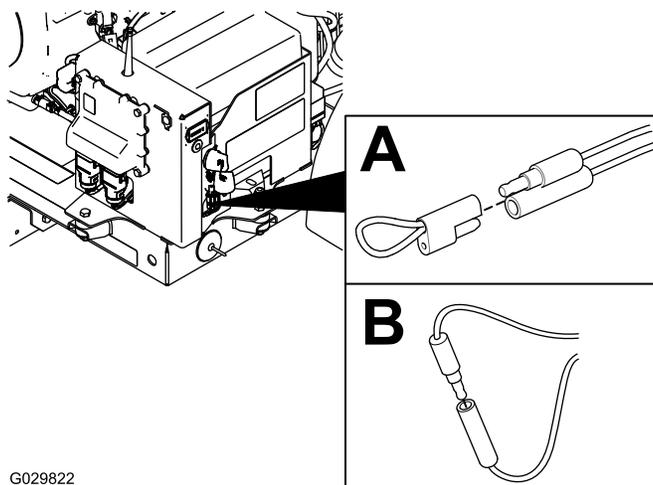

図 34
2. 故障診断コネクタ2個についているキャップを外す 図 34、A。
3. 故障診断コネクタ同士を接続する (図 34, B)。